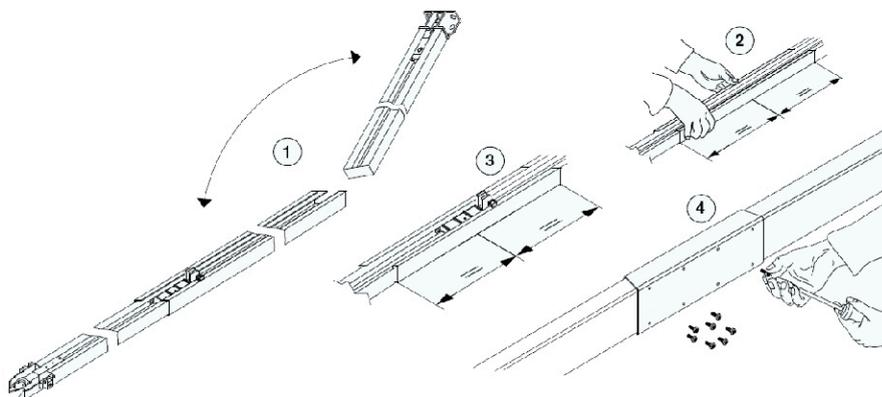
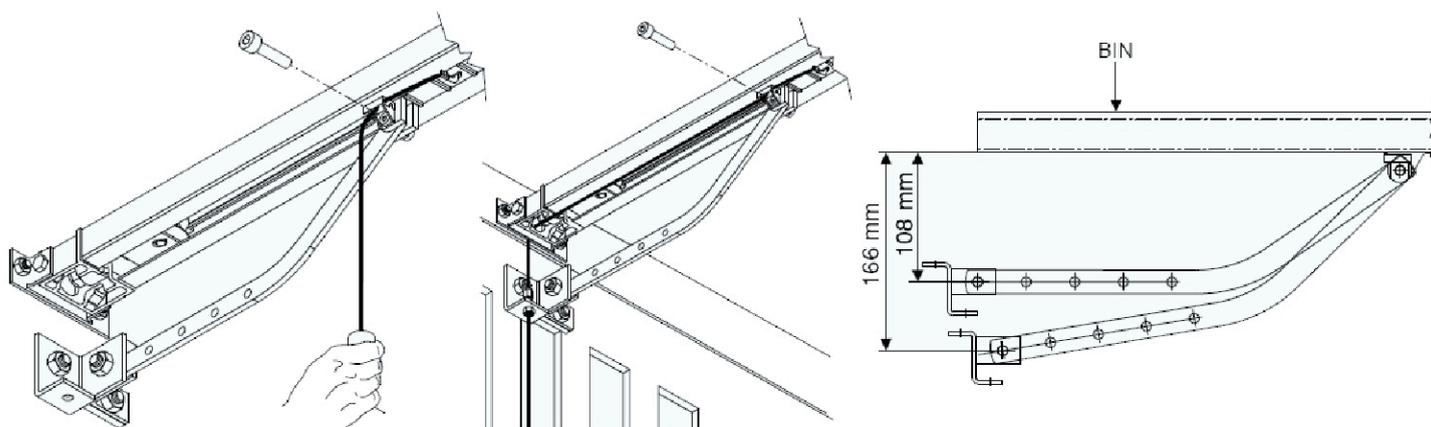

рис. 13
рис. 14
- см. рис. 13, если рейка состоит из 2-х частей и соответствующие рисунки для разных типов крепления.
- Разблокируйте каретку (рис.13), потянув за веревочку, и протяните кривой тяговый кронштейн до ворот. Закрепите кронштейн на полотне ворот как на рис. 14, используя прилагаемый винт. Расстояние между направляющей и воротами может колебаться от 108 до 166 мм. Если расстояние больше, то необходимо использовать лапки-кронштейны для опускания привода; если расстояние меньше, то надо уменьшить крепежную пластину.